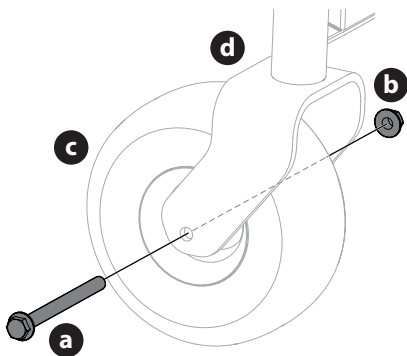

Figure 55
1. Retirez la vis hexagonale (a) et le contre-écrou à collerette (b) qui fixent la roue avant (c) à l'étrier (d) (Figure 55).
2. Pour réinstaller ou remplacer le pneu avant, inversez l'étape 1. Serrez la quincaillerie à 101 à 122 N-m (75 à 90 pi-lb) (Figure 55).